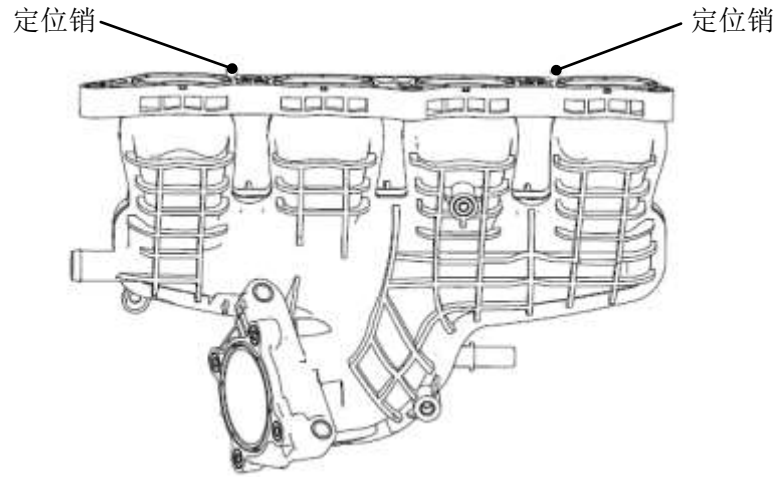

图 E-2 定位销
- 2) 将进气歧管③上的两定位销（如图 E-2）压入缸盖定位孔内。